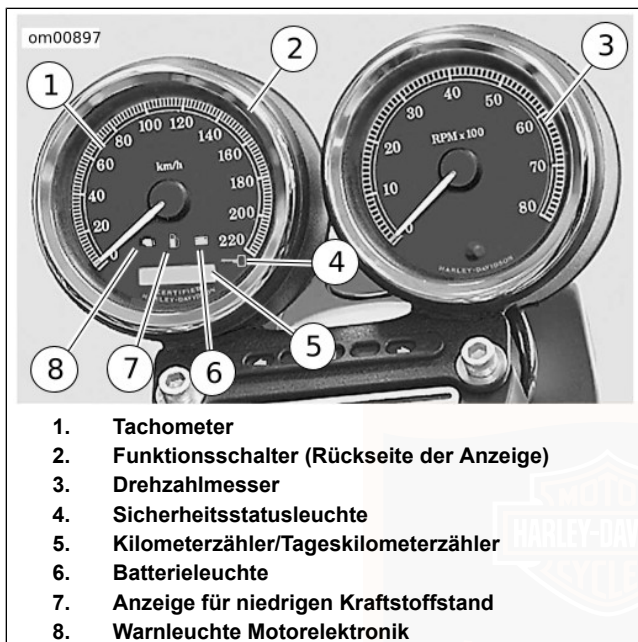

Abbildung 8. Tachometer/Kilometerzähler und Drehzahlmesser: 2007 XL 1200R Sportster 1200 Roadster
Siehe Abbildung 7 und Abbildung 8. Der Tachometer registriert die Vorwärtsgeschwindigkeit in Kilometer pro Stunde (internationale Modelle) oder Meilen pro Stunde (US-Modelle). Der Tachometer bietet auch folgende auswählbare Funktionen:
1. Siehe Abbildung 7 und Abbildung 8. Wenn der Zündschalter in beliebiger Stellung ist, werden durch Drücken des Funktionsschalters (auf der Tachometerrückseite) die Kilometerzähleranzeige und die Uhr aktiviert. Uhrzeit und Kilometerstand können ohne Entsperren des Zündschalters nachgesehen werden. Den Funktionsschalter (auf der Tachometerrückseite) kurz drücken, um den Kilometerzähler einzublenden. Den Funktionsschalter noch einmal kurz drücken, um die Uhrzeit einzublenden.
2. Siehe Abbildung 7 und Abbildung 8. Den Funktionsschalter (auf der Tachometerrückseite) so oft kurz drücken, bis die Zeit (Stunden und Minuten) eingeblendet werden. Den Funktionsschalter fünf Sekunden oder so lange gedrückt halten, bis 12HR auf der Tachometeranzeige zu blinken beginnt. Den Knopf loslassen.